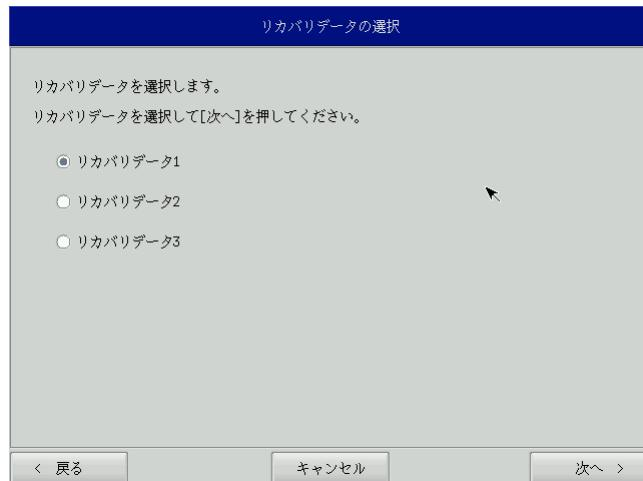

図 6-2-1. リカバリデータ選択画面
- ⑤ リカバリデータ選択画面（図 6-2-1）が表示されます。製品に合わせてリカバリデータを選択し、[次へ] ボタンを押します。表 6-2-1 に AS シリーズで選択できるリカバリデータを示します。